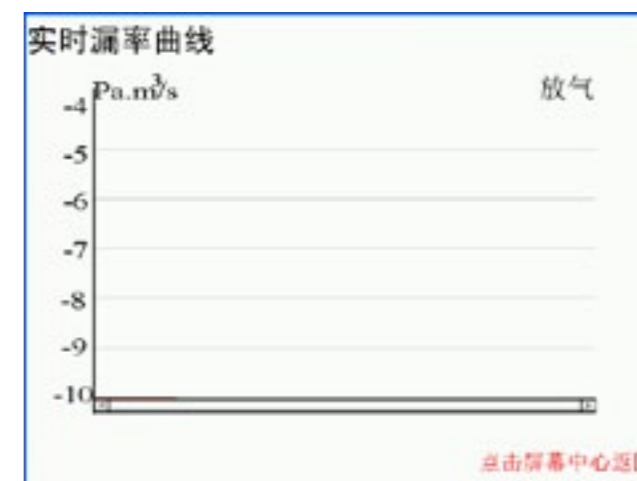

图 4-5 实时曲线放大界面
- 漏率曲线显示区：实时动态绘制反映当前漏率状况的漏率曲线，点击此区域可以进入实时曲线放大界面，如图 4-5 所示，在该界面下可以拖动滚动条查看历史漏率曲线情况，点击屏幕中心返回系统操作界面。